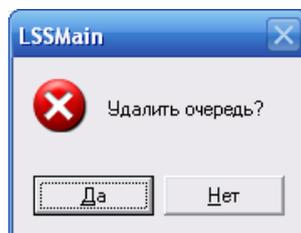

Рис. 2-5
3. В появившемся окне подтвердите удаление очереди (рис. 2-5).